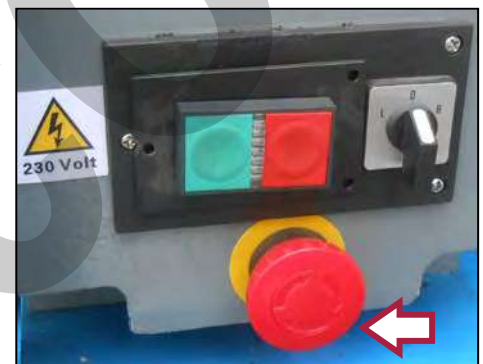

Figura 17 – Arresto di emergenza.
(vedi Figura 17)
3. Se necessario, bloccare l'estremità opposta del pezzo tramite la contropunta. A tal proposito, regolare la posizione della contropunta e del cannotto, utilizzando la leva ed il volantino di fissaggio appositi (vedere la figura 17).